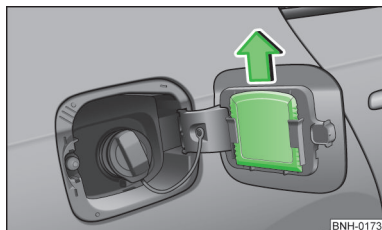

Abb. 130
- Den Eiskratzer in Pfeilrichtung herauschieben » Abb. 130.